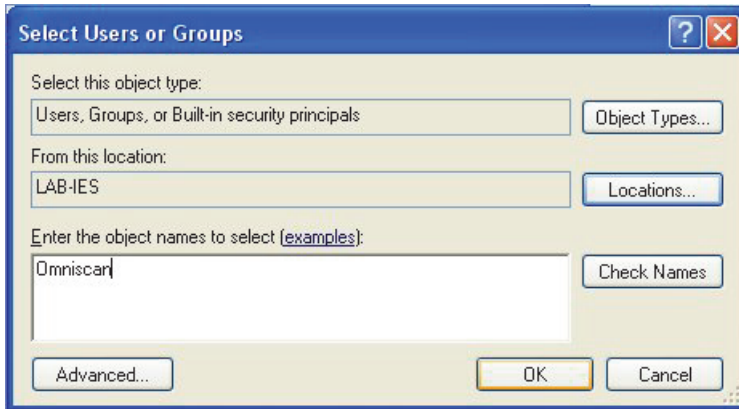

Figura 7-16 La finestra di dialogo **Seleziona Utenti o Gruppi** con Windows XP
8. Nella finestra di dialogo **Selezione Utenti o Gruppi** (Select Users or Groups), cliccare sul pulsante **Percorsi** (Locations) [vedere Figura 7-16 a pagina 232].
10. Nella precedente finestra di dialogo **Selezione Utenti o gruppi**, inserire **Omniscan** (vedere Figura 7-16 a pagina 232) nella casella di testo **Immettere i nomi degli oggetti da selezionare** (Enter the object names to select), ed in seguito cliccare su **OK**.
13. Nella finestra di dialogo **Selezione Utenti o Gruppi** (Select Users or Groups), cliccare sul pulsante **Percorsi** (Locations) [vedere Figura 7-16 a pagina 232].
15. Nella precedente finestra di dialogo **Selezione Utenti o gruppi**, inserire **Omniscan** (vedere Figura 7-16 a pagina 232) nella casella di testo **Immettere i nomi degli oggetti da selezionare** (Enter the object names to select), ed in seguito cliccare su **OK**.